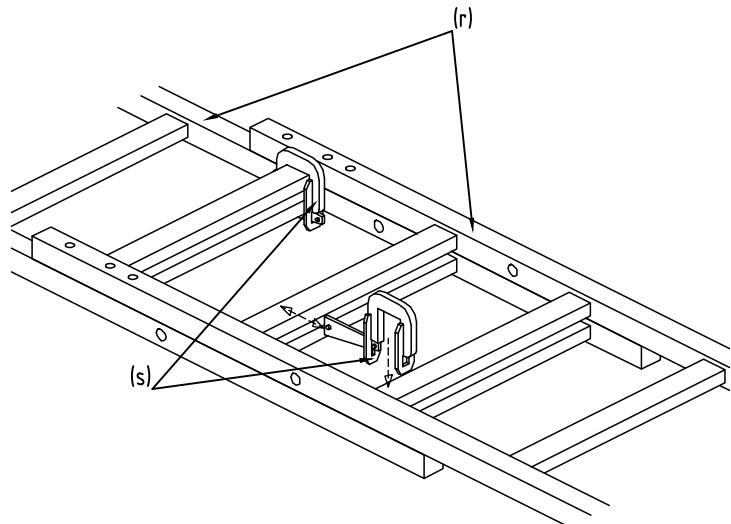

Fig. 13
- 13 Relier en diagonale les échelles (r) avec les crapauds de blocage de l'échelle (s). Extraire à cet effet la cale, guider le crapaud de blocage de l'échelle sur 2 barreaux puis enfoncez la cale. Les échelles doivent se chevaucher sur au moins 2 barreaux, soit 0,5 m (voir fig. 13).